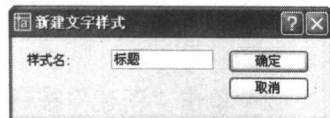

图 1-15 “新建文字样式”对话框
(2) 在“样式名”选项区中单击“新建”按钮,弹出“新建文字样式”对话框,在“样式名”文本框中输入需要设置的文字样式名称“标题”,如图 1-15 所示。